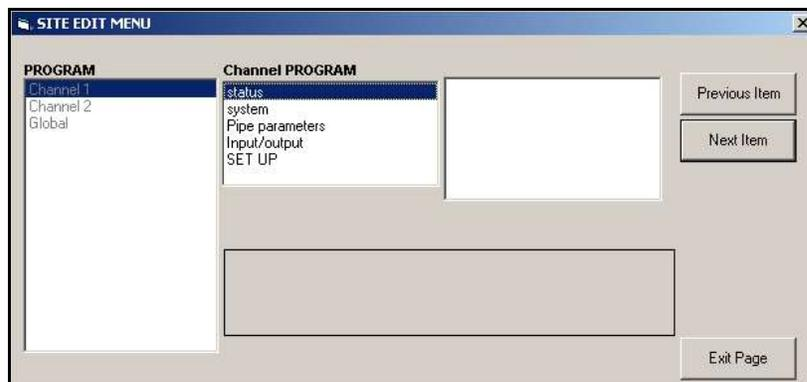

Figure 41: fenêtre Site Edit Menu (Menu d'édition du site)
3. Pour saisir des données dans le programme utilisateur, cliquez deux fois sur le menu *Site Edit Menu* (Menu d'édition du site). Une fenêtre semblable à celle illustrée *Figure 41* s'affiche.
4. Pour ouvrir le menu Channel 1 (Voie 1), Channel 2 (Voie 2) ou Global (Général), cliquez deux fois dessus dans le volet de gauche. Par exemple, si vous cliquez sur Channel 1 dans la fenêtre illustrée *Figure 41* ci-dessus, une liste d'options apparaît dans le volet du milieu.
Le menu Channel PROGRAM (Programmation de la voie) (voir *Figure 41 à la page 77*) réapparaît. Passez à l'option System (Système).
- Si vous n'utilisez pas MASS FLOW, la fenêtre Channel PROGRAM (Programmation de la voie) illustrée *Figure 41* à la page 77 réapparaît. Passez à l'option Pipe (Conduite).
La fenêtre Channel PROGRAM (Programmation de la voie) illustrée *Figure 41 à la page 77* réapparaît. Passez à l'option Pipe (Conduite), page suivante.